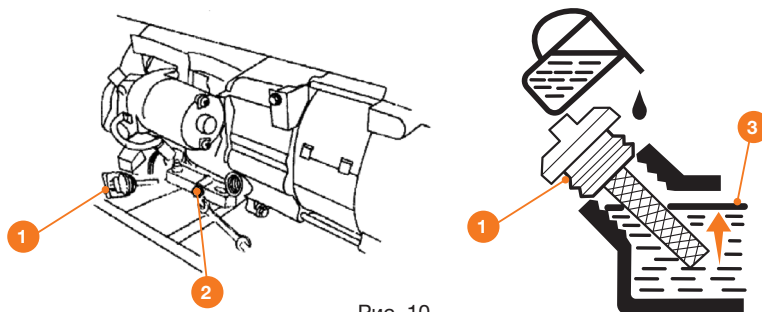

Рис. 10
- Если уровень масла меньше нижней линии (L) на щупе, долейте масло до верхней линии (H) в картер двигателя через маслозаливную горловину.
- При замене масла выполните следующие действия (Рис. 10):
- Разместите под двигателем подходящую емкость для сбора масла, затем снимите крышку/щуп маслоналивной горловины ❶.
- Выкрутите масляную пробку ❷. Дайте отработанному маслу стечь полностью, утилизируйте его способом, который не повредит окружающей среде. Мы рекомендуем доставить отработанное масло в закрытой емкости в местный центр утилизации отходов.
- Закрутите на место масляную пробку ❷.
- Установите генератор на горизонтальную твердую поверхность, залейте рекомендованное масло по верхнему уровню ❸.
- Установите на место пробку/щуп ❶ маслоналивной горловины и надежно зафиксируйте ее.